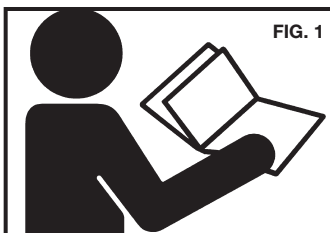

FIG. 1
1. **Leia e entenda as etiquetas e o manual da ferramenta.** O não cumprimento dos avisos pode resultar em **MORTE** ou **FERIMENTO GRAVE**. Fig. 1.